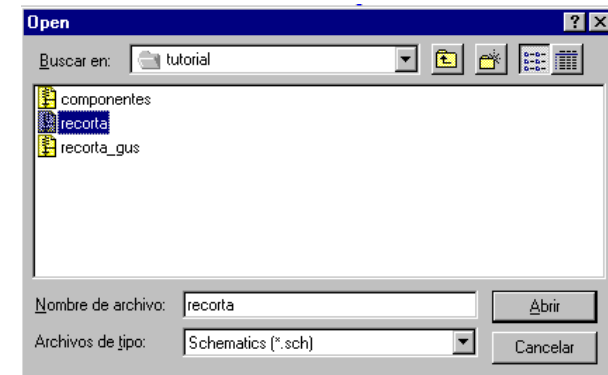

Figura 3
- En la ventana que aparece (figura 3) seleccionaremos el dispositivo en el que se encuentra el fichero (disquete, CD, disco duro) y dentro de él la ubicación donde se encuentra almacenado.